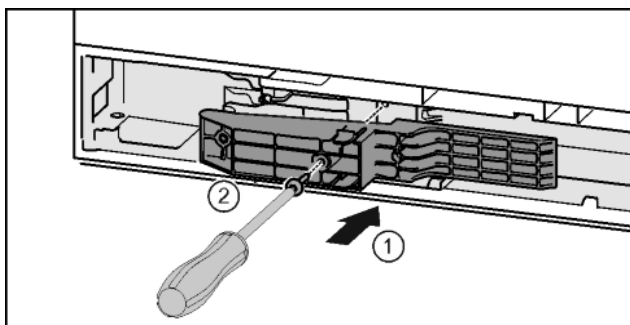

Fig. 43*
- ▶ Вставити деталь адаптера в отвір з боку ручки.* Fig. 43 (1)
- ▶ Закрутіть гвинти за допомогою викрутки T15.* Fig. 43 (2)